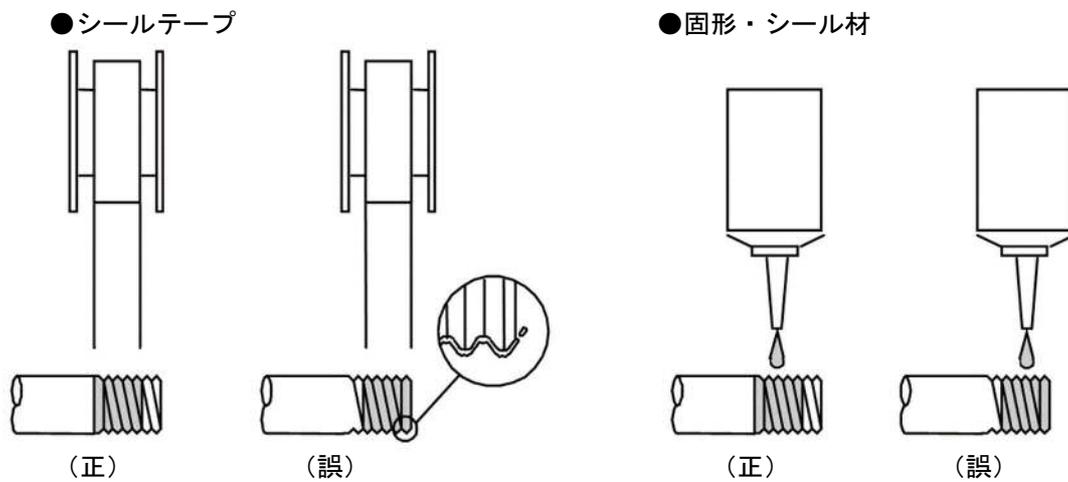

図1
- 3) 配管にはシールテープ又はシール剤を用い、ネジ先端から2山程控えて使用し、管内や機器内部にテープ屑やシール剤の残材が入りこまないように気を付けてください。(図1参照)